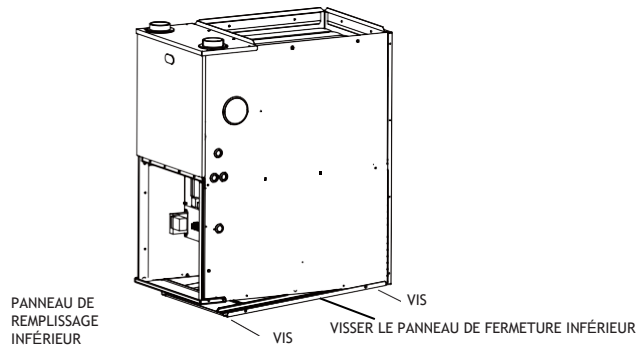

Fig. 5 - Retrait du panneau de fermeture inférieur
Cette chaudière peut être installée en position ascendante ou horizontale sur le panneau latéral gauche ou droit. N'installez pas cette chaudière sur son arrière. (Voir Fig. 5 à 7).
1. Inclinez ou soulevez la chaudière et retirez la vis maintenant le panneau de remplissage inférieur. (Voir Fig. 5.)